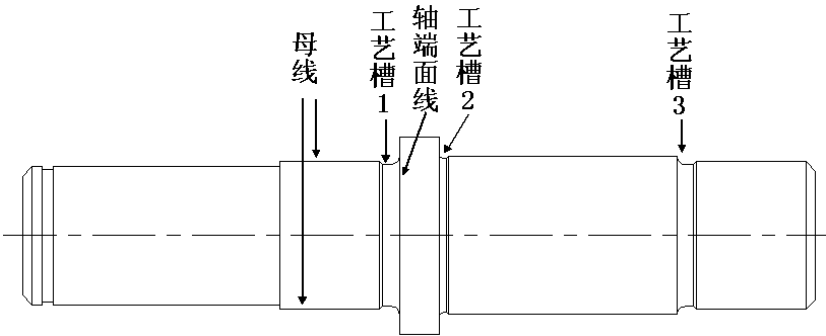

图 5
2) 工艺槽构造：在轴的加工过程中，需要对轴肩部分构建退刀槽，此处使用磨外圆的方法构建轴的三个退刀槽。运行浩辰机械菜单中【构造工具】→【砂轮越程槽】命令，在弹出的对话框中主要类型项选择为磨外圆，主参数 b1=2，单击确定后根据系统提示依次拾取轴的两条母线及轴端面线，系统将自动生成工艺槽 1，同样步骤可以生成退刀槽 2 (b1=1)、工艺槽 3 (b1=2)，结果如图 5。